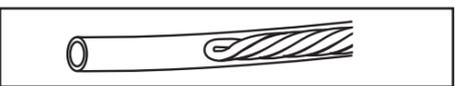

図3. カテーテル内のスタイレットの位置
- スタイレットを少なくともカテーテル内1 cmの位置まで後退させる (図3)。